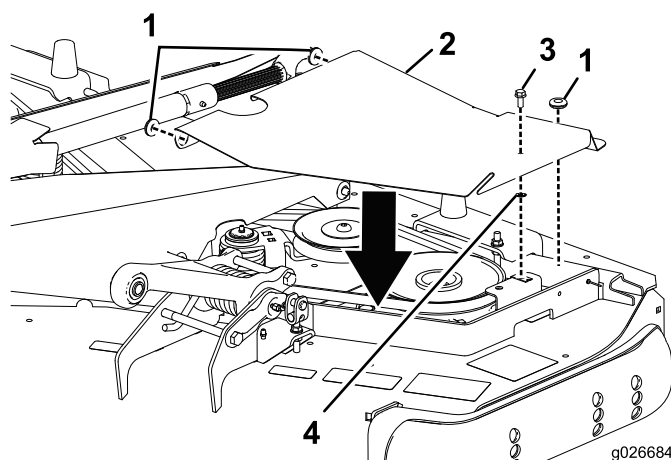

Figura 10
1. Introduzca un anillo de goma en cada uno de los 3 taladros de la cubierta izquierda de la carcasa (Figura 10).
2. Instale el tornillo de cabeza hexagonal con arandela prensada y la tuerca rápida en la cubierta (Figura 10).
4. Sujete la cubierta a la tuerca de retención existente de la carcasa con el tornillo de cabeza hexagonal con arandela prensada que instaló anteriormente (Figura 10).